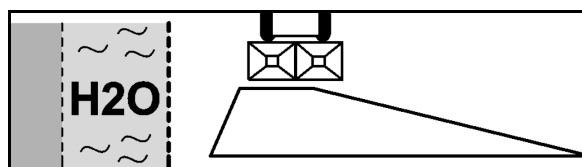

图 71
1. 按施肥条例临界撒播 (图 71) :
进行临界撒播（根据施肥条例）（图 71）或边缘撒播（在自己的、相同处理方式的区域旁）（图 73）时，将从行驶方向看，左侧的 Omnia-Set 撒播盘（左侧边缘撒播）更换为适合的临界撒播盘 Tele-Set。